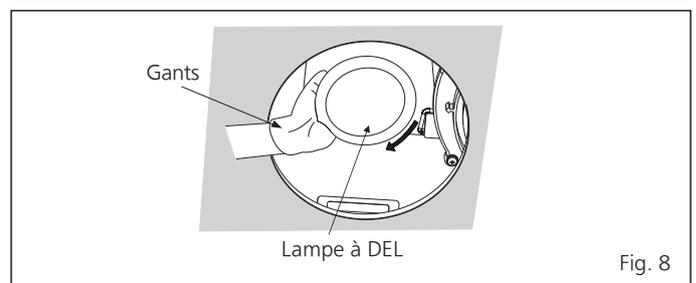

Fig. 8
- Installez la lampe à DEL fournie. (Voir Fig. 8)
3. Remplacez la lampe à DEL de forme 11 W BR30 (modèle : 11BR30G4DIM/927/GU24 de la société de Green Creative). (Voir Fig. 8 de la page 7)